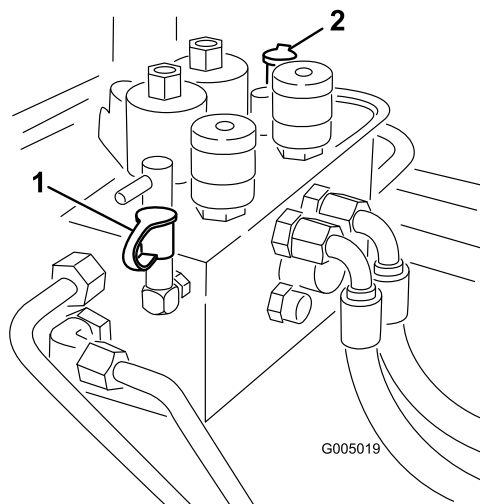

Рисунок 76
2. Контрольное отверстие В (Рисунок 76) используется для облегчения поиска и устранения неисправностей гидравлического контура передних режущих блоков.
3. Контрольное отверстие С (Рисунок 76) используется для облегчения поиска и устранения неисправностей гидравлического контура задних режущих блоков.